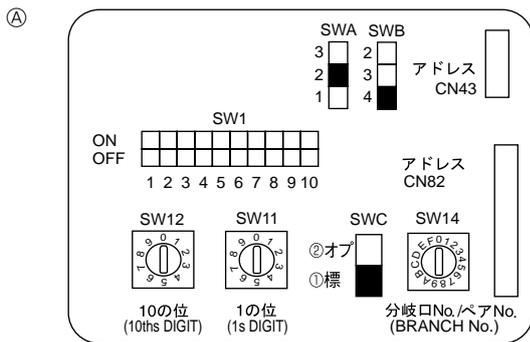

Fig. 4-4
4.6. Ρύθμιση διακοπών για υψηλό ταβάνι ή κατά την αλλαγή του αριθμού εξόδων του αέρα (Fig. 4-4)
④	4 κατεύθυνση	2,5 μ.	2,7 μ.	3,5 μ.
③	3 κατεύθυνση	2,7 μ.	3,0 μ.	3,5 μ.
②	2 κατεύθυνση	3,0 μ.	3,3 μ.	3,5 μ.
4.7. Διερεύνηση θερμοκρασίας δωματίου με το ενσωματωμένο διερευνητικό σε ελεγκτή εξ αποστάσεως (Fig. 4-4)
4.5. Ρύθμιση διευθύνσεων (Fig. 4-4)